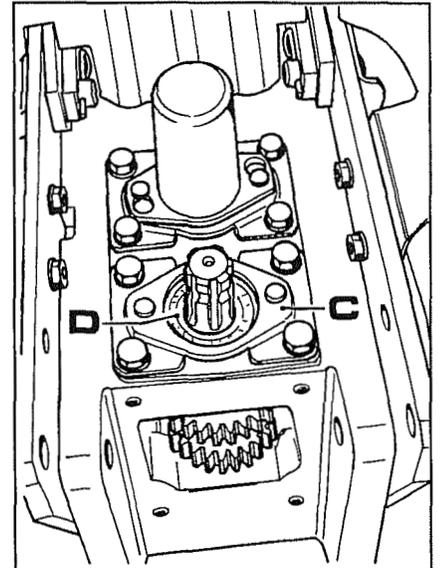

Abb. 2
- Beim Wiedereinbau der seitlichen Deckel **C** Abb. 2 mit Silikon versiegeln, damit es nicht zu schädlichen Staubinfiltrationen kommt.
5. Den Deckel **C** Abb. 2 abnehmen, dann den Öldichtungsring **D** und den darunter befindlichen Seegerring entfernen.